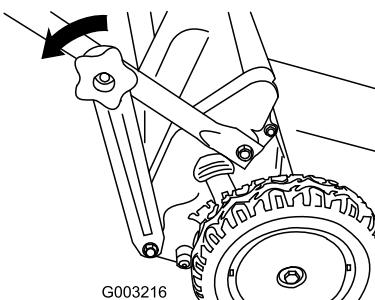

**Figure 13**
**Remarque:** Pour éléver le plateau de coupe, déplacez les 4 leviers de hauteur de coupe en avant ; pour abaisser le plateau, ramenez tous les leviers en arrière (Figure 13).